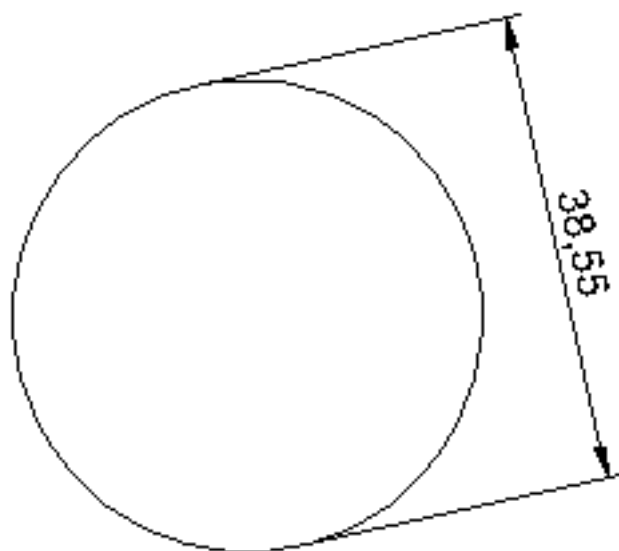

Рис. 5.8. Выровненный размер
5. Разместите размерную линию так, как показано на рис. 5.8.